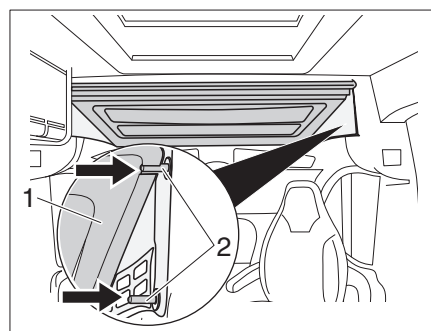

Figura 28 Multiroof plegado hacia arriba
- ▷ Asegurarse de que al plegar el Multiroof (Figura 28,1) siempre descansa de forma segura sobre ambos pernos de bloqueo (Figura 28,2) tanto en la izquierda como en la derecha.
El Multiroof (Figura 28,1) se puede posicionar con los pernos de bloqueo (Figura 28,2) en dos alturas diferentes.
- Subir el Multiroof (Figura 28,1) con una mano. Presionar con la otra mano en los pernos de bloqueo superior o inferior (Figura 28,2) y fijar el Multiroof en la posición deseada.
- Retirar el Multiroof (Figura 28,1) presionando suavemente hacia arriba fuera de la cerradura de los pernos de bloqueo (Figura 28,2).